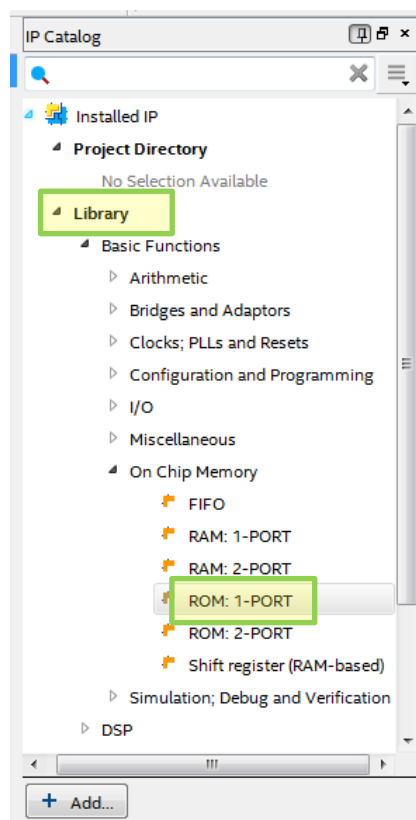

Рис. 9 Окно IP Catalog
4.1. В разделе **Library => Basic Functions => On Chip Memory** окна **IP Catalog** выберите мегафункцию **ROM: 1-PORT** (рис. 9) и нажмите кнопку «+ADD».